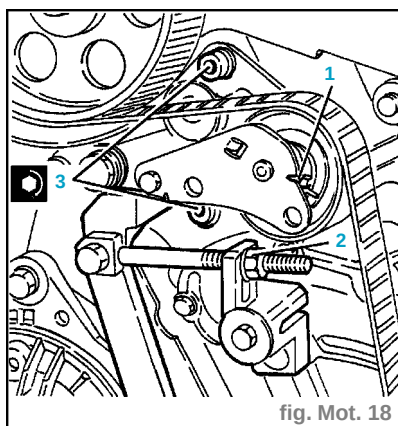

fig. Mot. 18
- S'assurer que le repère mobile du tendeur de courroie de distribution coïncide avec le repère fixe (1) (fig. Mot. 18).